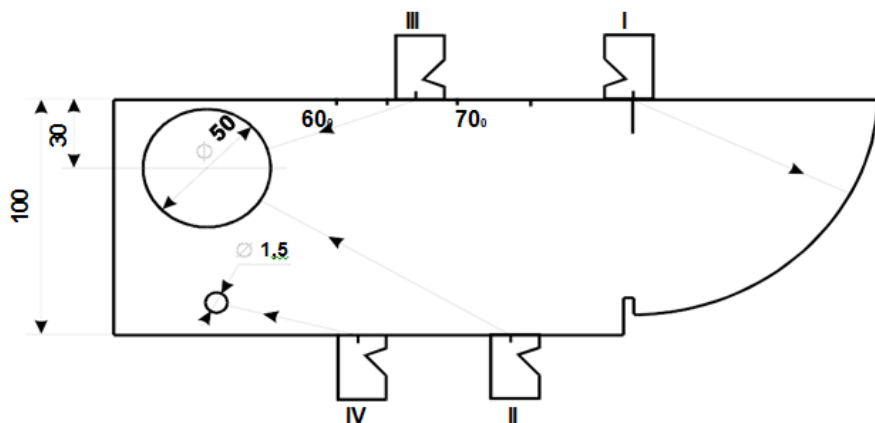

Рисунок 5.14 – Образец приложения ПЭП к V1
5.6.2 Приложите ПЭП к V1 так, как показано на рис. 5.14, поз. I.
5.7.9. Угол ввода определяется из положений II, III или IV ПЭП Рисунок 5.14 в зависимости от того, в какой диапазон углов попадает значение угла данного ПЭП. При этом положение II соответствует диапазону $10^\circ - 60^\circ$, положение III - $60^\circ - 75^\circ$ и положение IV - $75^\circ - 80^\circ$.
5.7.10 Поставьте ПЭП на поверхность V1 в одно из положений II, III или IV Рисунок 5.14 в зависимости от известного ранее угла ввода. Перемещая ПЭП вдоль по поверхности, получите эхосигнал от соответствующего бокового цилиндрического отверстия.
5.8.2 Используя табл. 5.3 (для положения II ПЭП на Рисунок 5.14), табл. 5.4 (для положения III ПЭП на Рисунок 5.14) и табл. 5.5 (для положения IV ПЭП на Рисунок 5.14) определите по углу ввода ☐ ☐ точное значение расстояния по лучу r для данного ПЭП.